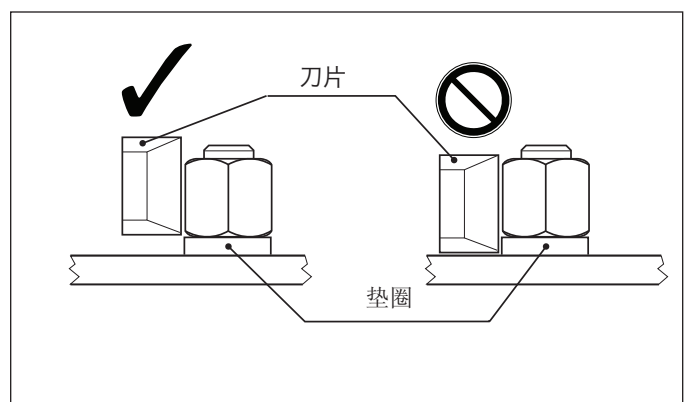

图 9，刀片位置
7. 确保切割头的底面置于法兰上，因为刀片必须尽可能靠近螺母的底部进行切割。不过，如果螺母下有垫圈，请将螺母劈开器定位在不会让切割刀片接触到垫圈的位置。见图 9。